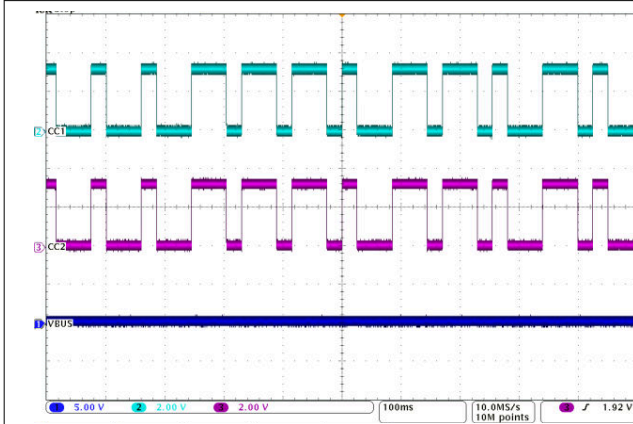

图 7-3. DRP CC1 和 CC2 切换
- 确认 CC 线路切换为双角色端口功能 (请参阅图 7-3)